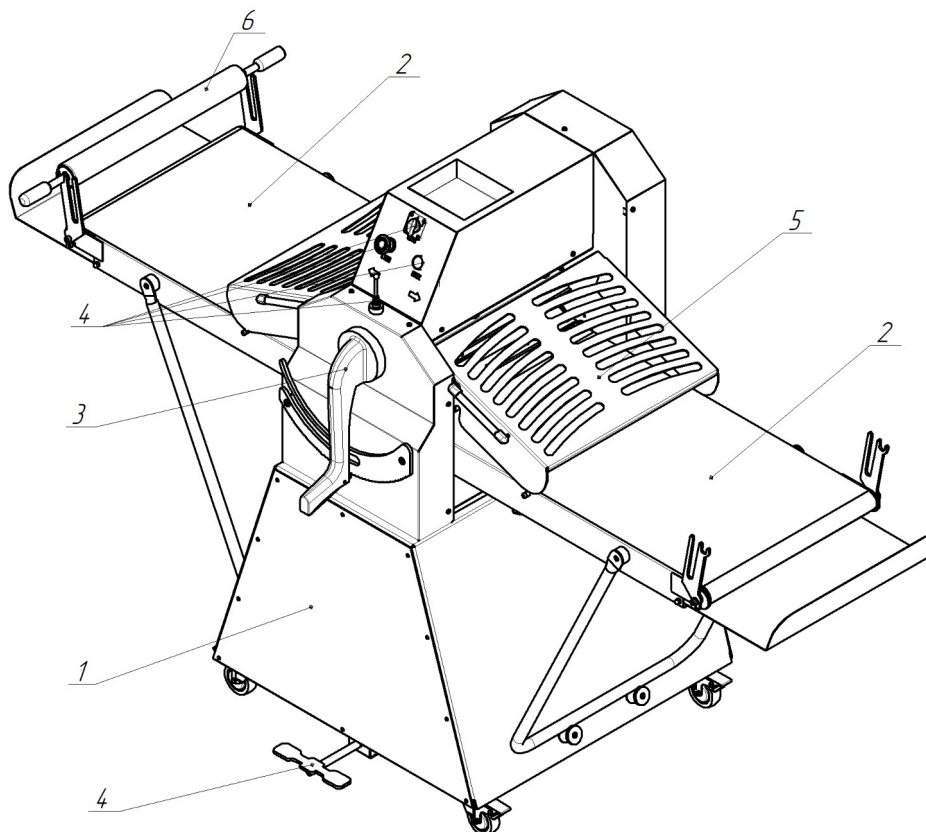

Рисунок 1.
1. Машина состоит из подставки (**рис.1 поз.1**), на котором закреплена машина, в щёках станины установлены раскатывающие валы (**рис.2**), привод валов (**рис.3**), привод транспортеров (**рис.4**), транспортеры (**рис.1 поз.2**), рукоятка регулирования зазоров между валами (**рис.1 поз.3**), кнопки, джойстик, педаль управления (**рис.1 поз.4**). На специальных кронштейнах установлена скалка (**рис.1 поз.6**). Предусмотрены скребки для очистки валов от теста (**рис.2**). Ограждение (**рис.1 поз.5**) снабжено блокировкой.
6. Джойстик и педаль (**рис.1 поз.4**) служит для переключения направления движения транспортёров.
7. Рукоятка регулирования зазоров (**рис.1.поз.3**) служит для выставления необходимого расстояния между раскатывающими валами.
8. Скалка (**рис.1 поз.6**) служат для накатывания на них тонкого теста для последующей переработки.
10. Ограждение (**рис.1 поз.5**) оснащены концевым выключателем, которая отключает машину при ее поднятии.